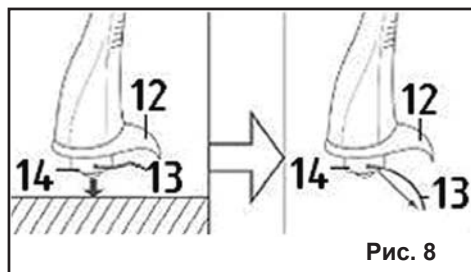

Рис. 8
8.2.7. Во время работы триммерная леска (13) изнашивается (расходуется). Во время работы слегка ударьте головкой триммерной катушки (14) по земле (Рис.8). Длина лески увеличится. При необходимости операцию повторите. Излишняя леска будет срезана ножом (16) установленным слева на защитном кожухе (12).